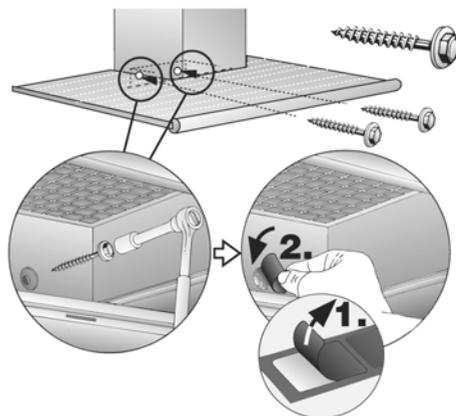

Рис. 10
12. Задвиньте верхнюю секцию вытяжной трубы (прорези должны быть направлены вниз) в нижнюю секцию вытяжной трубы (рис. 10).
⚠ При вставлении секций одну в другую старайтесь их не поцарапать, для чего, например, установите в качестве защиты монтажные шаблоны по краям нижней секции вытяжной трубы (рис. 10).
13. Вставьте полную вытяжную трубу под углом в стекланный экран и поверните ее назад (рис. 10).